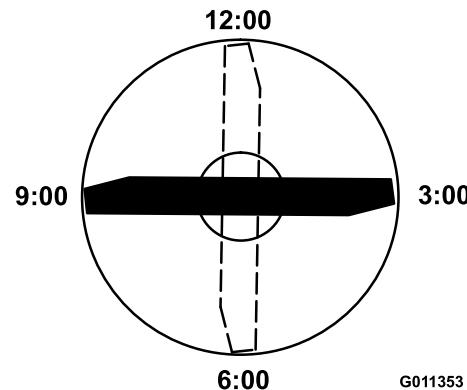

Figure 69
5. Tournez l'extrémité marquée de la lame aux positions 3 et 9 heures (Figure 69) et mesurez les hauteurs respectives.
4. Positionnez le tranchant de l'extrémité marquée à la position 12 heures (droit devant dans la direction de la tonte) (Figure 69) et mesurez la hauteur de la surface plane au tranchant de la lame.